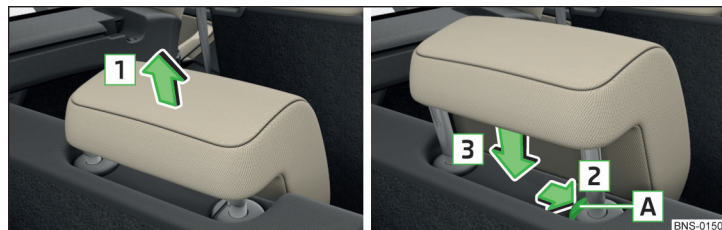

Fig. 102 Ajustar la altura del reposacabezas de la tercera fila de asientos
- Tomar el reposacabezas y desplazarlo **hacia arriba** en sentido de la flecha **1** » fig. 102.